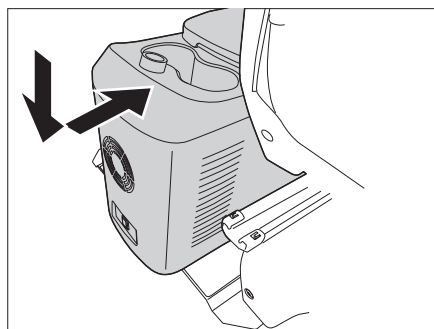
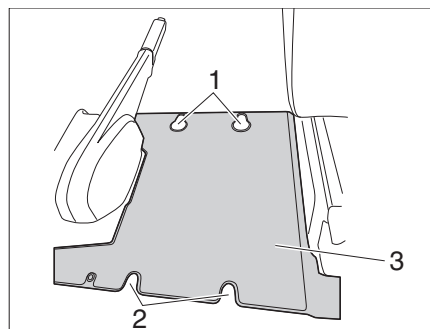

Fig. 90 Montaggio del frigobox
Fig. 91 Piano di sostegno
- Mettere i piedini del frigobox nei fori (Fig. 91,1 e 2) del piano di sostegno (Fig. 91,3) e spingere il frigobox in avanti facendolo innestare correttamente (Fig. 90).
- ▷ Collegare il frigobox solo alla presa a 12 V (fig. 90,1). Tutte le altre prese vengono alimentate dalla batteria del veicolo.